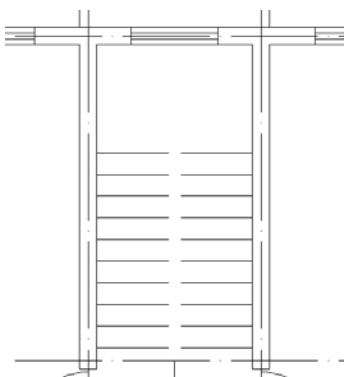

图 15.44 踏步线阵列效果
(2) 执行阵列命令, 弹出“阵列”对话框, 选择两条踏步线为阵列对象, 参数设置如图 15.43 所示, 单击“确定”按钮, 完成阵列, 如图 15.44 所示。